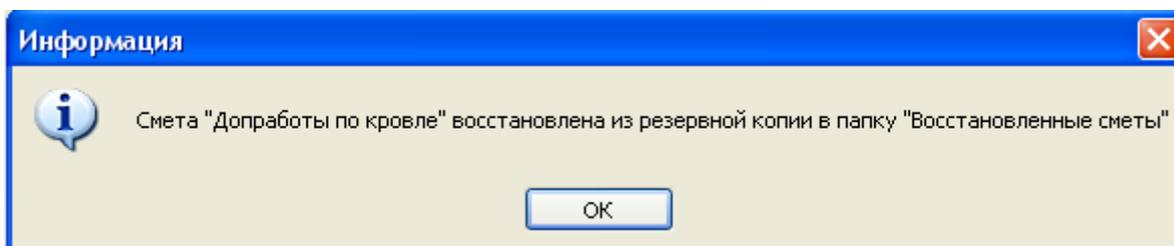

Рис. 16.11. Сообщение о восстановлении сметы
3. Выбираем нужную смету и нажимаем кнопку **восстановить**. Вкладки вверху окна соответствуют типу, необходимой для восстановления сметы. После успешного восстановления сметы, появится сообщение (рис. 16.11).